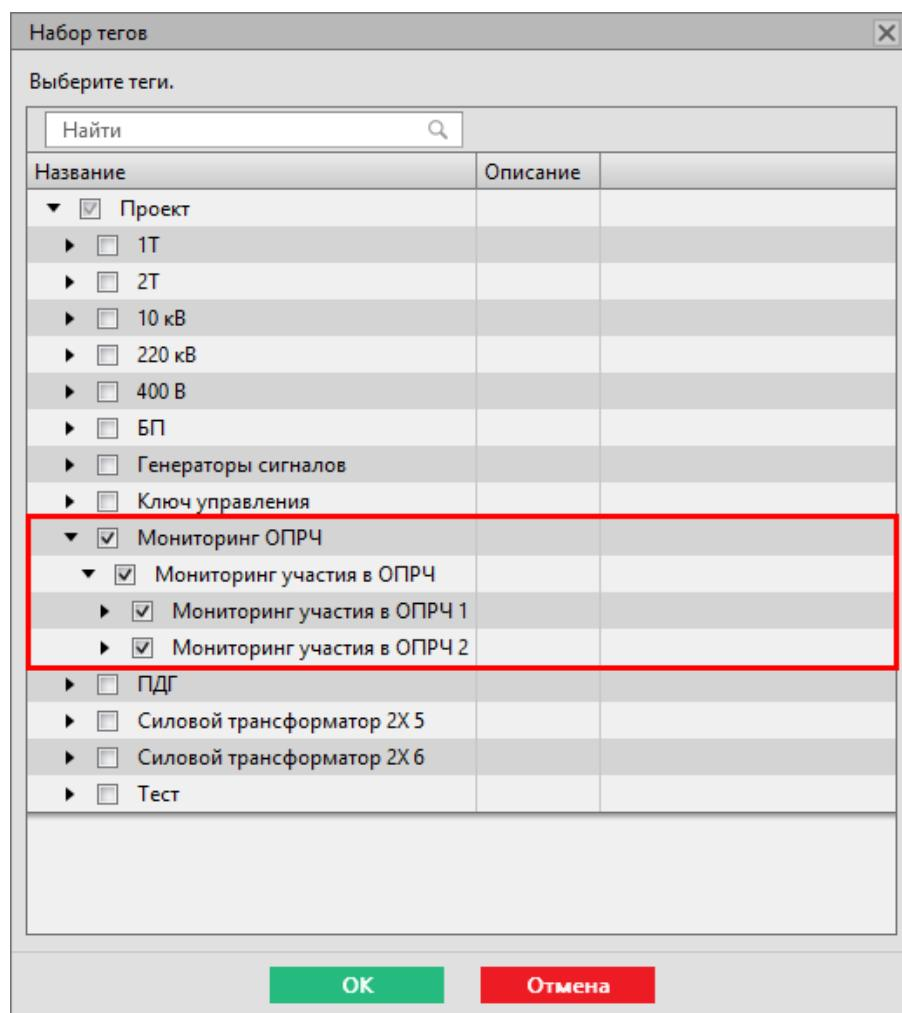

Рисунок 171 - Выбор тегов для политики архивирования
8. Нажмите двойным щелчком ЛКМ по политике архивирования, созданной для мониторинга ОПРЧ в п.3. Выберите теги мониторинга ОПРЧ и нажмите **OK** (Рисунок 171).